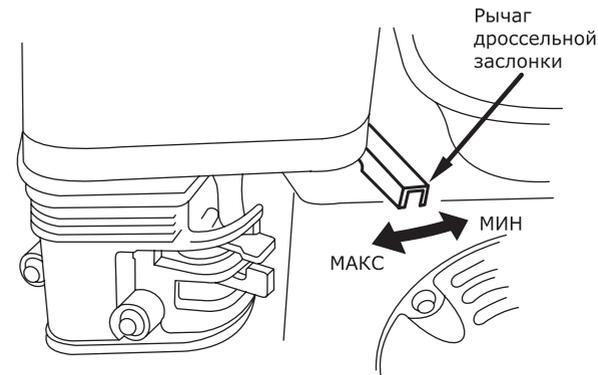

Рис. 14
- Поставьте рычаг дроссельной заслонки на 1/3 хода в сторону положения «МАКС» (рис. 14).
- После прогрева двигателя поставьте рычаг дроссельной заслонки в положение «МАКС» для самозаполнения шлангов. Число оборотов двигателя и соответственно производительность мотопомпы регулируется изменением положения рычага дроссельной заслонки (рис. 14).